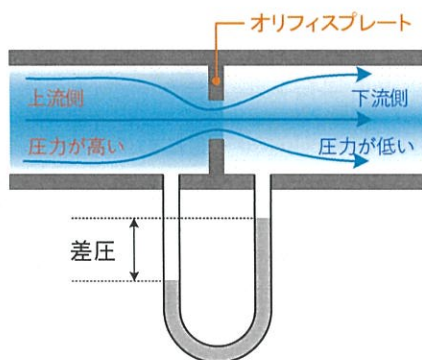

図1. 差圧式流量計の動作原理
**差** 圧式流量計とは、流体が流れている管路に絞りを設けて、圧力損失を故意に発生させ絞りにより発生する前後の圧力差（差圧）を検出して流量を測定する計装機器である。絞り機構の代表であるオリフィスによる差圧測定の動作原理を図1に示す。オリフィス前後の圧力差を測れば、その圧力差は流量の二乗に比例するベルヌーイの定理を利用している。